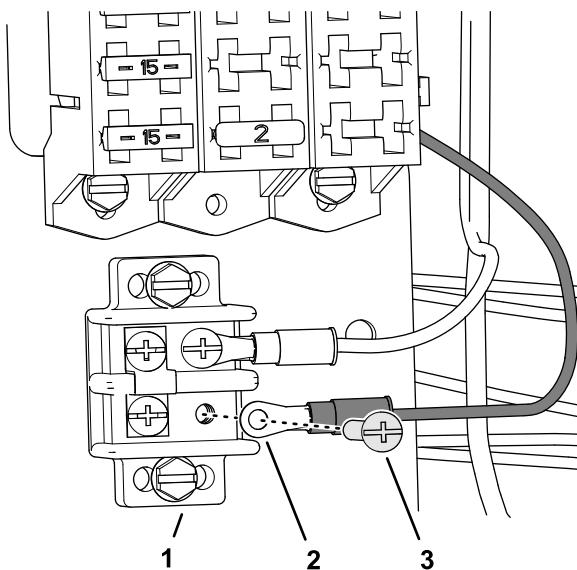

Figure 78
2. Retirez la vis de borne du bornier de masse (Figure 78).
3. Fixez la cosse annulaire du faisceau avant au bornier de masse à l'aide de la vis de borne (Figure 78).